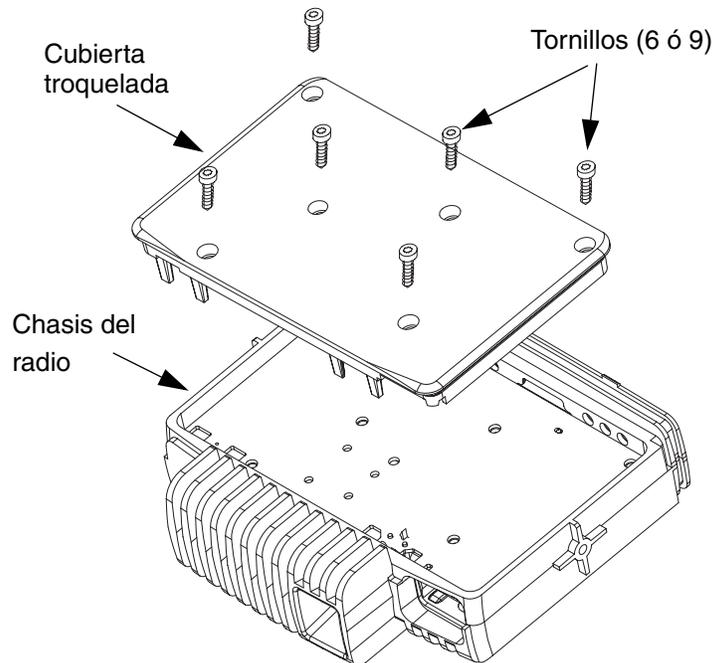

Figura 2-4 Retiro de la cubierta troquelada
1. Retire los seis tornillos (nueve para banda baja) de la cubierta troquelada utilizando el destornillador TORX™ T20 como se muestra en la Figura 2-4.